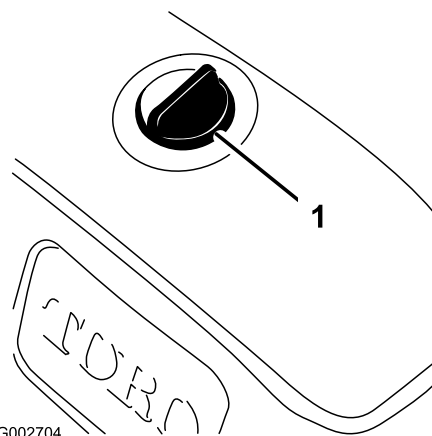

Figure 8
3. Nettoyez la surface autour du bouchon du réservoir d'huile hydraulique pour éviter que des impuretés ne tombent dans le réservoir (Figure 8).